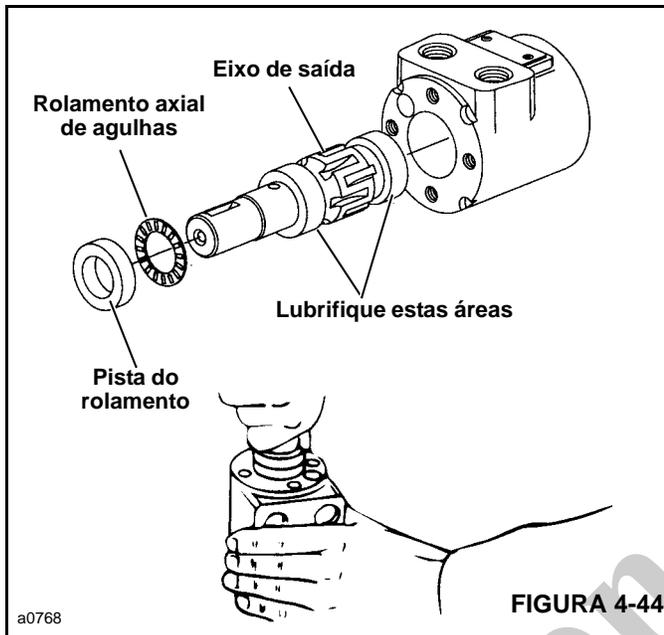

FIGURA 4-44
2. Lubrifique o eixo de saída 9 com óleo hidráulico (Figura 4-44) e instale o eixo na carcaça (10, Figura 4-39).
3. Instale o rolamento axial de agulhas 8, em seguida, a pista do rolamento 7 no eixo 9. Puxe o eixo parcialmente para fora da carcaça. Empurre juntas as três peças na carcaça 10 (consulte a Figura 4-44). A pista de rolamento deve girar livremente quando estiver na posição correta.